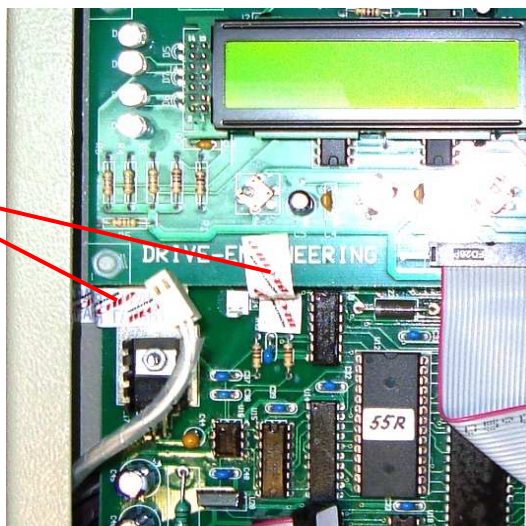

Рис. 8.3. Расположение гарантийных наклеек.
- 8.15. Наклеить ремонтные гарантийные наклейки в соответствии с рис. 8.3.